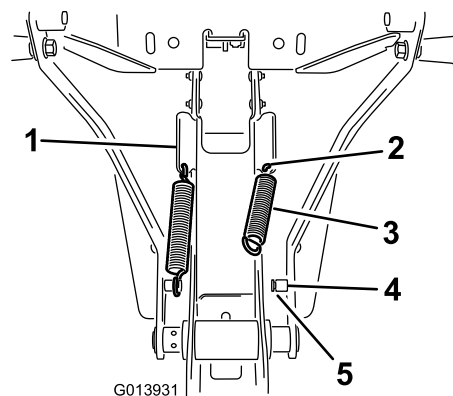

Figura 8
2. Prindei un capăt al arcului în orificiul din umărul înclinat i celălalt capăt pe suportul arcului (Figura 8).
3. Asigurai-vă că acel capăt al arcului este corect fixat în canelura suportului (Figura 8).
1. Instalai arcul în orificiul din capătul inferior al umărului înclinat de pe laterala ansamblului cadrului (Figura 8).